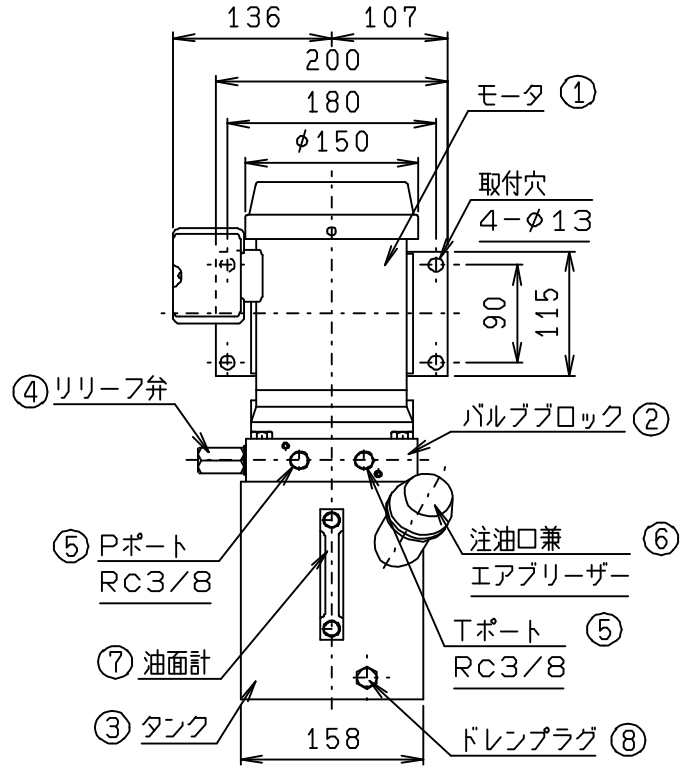
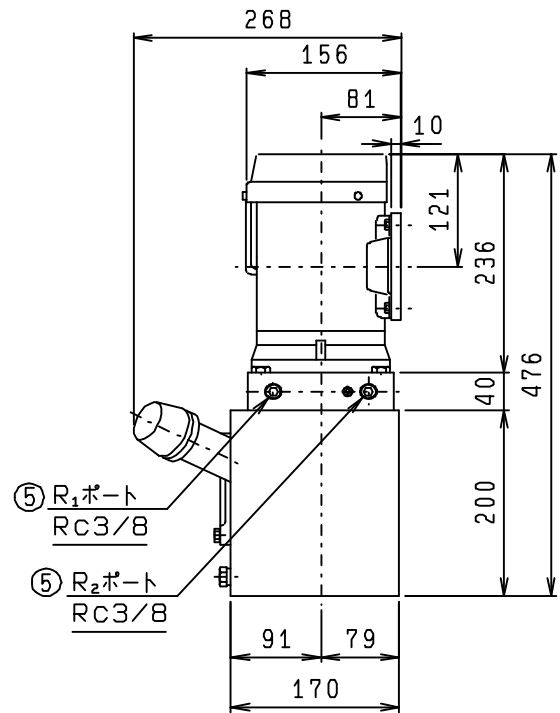

図2 正面図
図4 右側面図
### 5-1 標準品 (図2, 3, 4参照)
- (5) 本機にはRc3/8のP、T、R1、R2ポート（図2、4参照）、オプション品（電磁弁付き）の場合、A、B、R1、R2ポート（図4、6、7参照）があります。ここへ接続する配管材はRc3/8を使用して下さい。他の部品の配管材もRc3/8、又は、それ以上のものを使用して下さい。
- (6) 使用する配管材は、十分にフラッシングしたものを使用して下さい。
- (7) 配管材を接続する時は、漏れ防止のためシールテープ等を使用し、ネジ込みトルクは
- (1) タンク内に作動油は入っていません。使用の前に注油口兼エアブリーザー（図2参照）のキャップを外して注油して下さい。
- (2) 作動油は清浄な石油系作動油で粘度グレードが ISO VG#32～#68のものを
(図 2 参照)